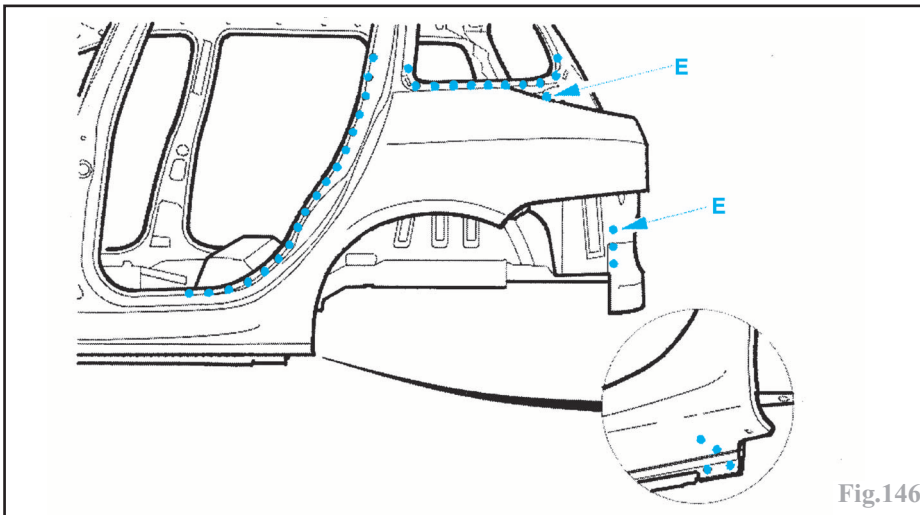

Fig.146
- par points bouchons au MIG (suivant **E**) et meuler (Fig.146),